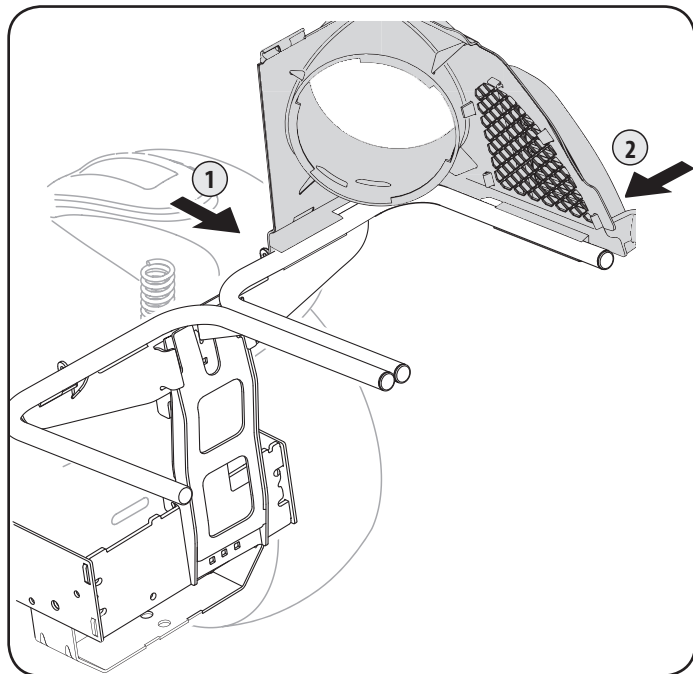

Figura 13
1. Inclíne el frente del soporte del canal superior ligeramente hacia adelante y ajuste a presión el pestillo del lado frontal al riel, como se indica en (1) de la Figura 13. Deslice el broche detrás de la lengüeta.
2. Coloque a presión en su lugar el soporte del canal superior colocando primero el lateral sobre el riel de soporte de la embolsadora con el borde que calza a presión alineado con la línea roja, consulte (2) en la Figura 13.